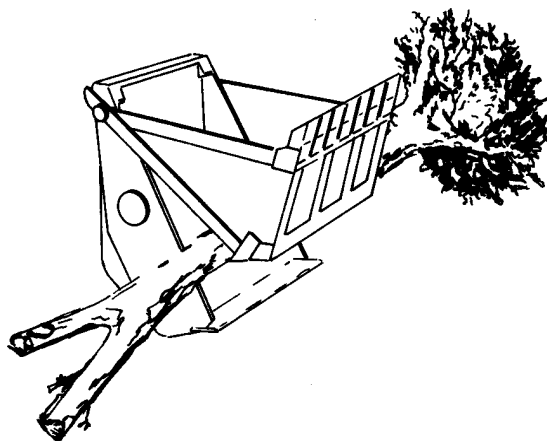

Рис. 4.37. Транспортировка деревьев с помощью многооперационного ковша
8. При транспортировке деревьев и других длинномерных предметов с использованием многооперационного ковша необходимо вывешивать груз так, как это показано на Рис. 4.37. Груз надо предварительно приподнять и при необходимости подправить его положение так, чтобы он лежал равномерно и не создавал скручивающих нагрузок в элементах рабочей системы.